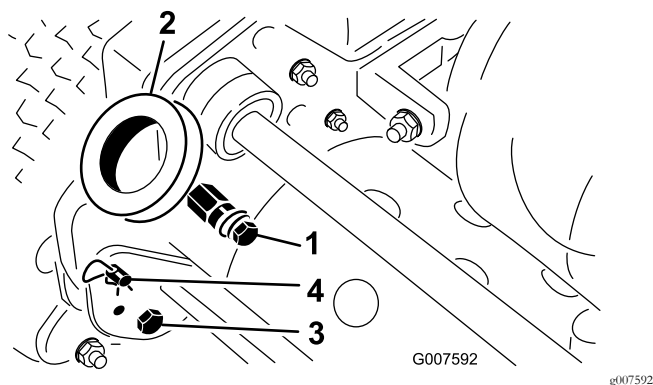

Bild 2
1. Nehmen Sie die Schrauben, Sicherungsmuttern und Scheiben ab, mit denen die Holmarme unten an jeder Seite der Maschine befestigt sind (Bild 2).
2. Nehmen Sie die Splints und Ringstifte ab, mit denen die Holmarme hinten am Rahmen befestigt sind (Bild 2).
3. Schieben Sie die Holmenden durch die Löcher in den Holarmen und fluchten Sie die Löcher mit den Befestigungsschrauben aus (Bild 2).
1. Nehmen Sie an jeder Seite der Maschine die Splints von den Ringstiften ab (Bild 2).
2. Stützen Sie den Holm ab. Nehmen Sie die Ringstifte an jeder Seite ab. Heben Sie den Holm auf die gewünschte Bedienposition an oder senken ihn ab (Bild 2).